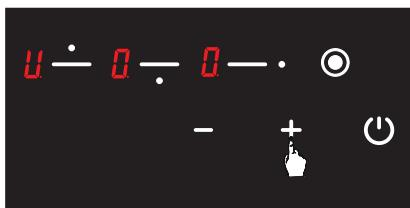

Рис. 10
3. Затем нажмите кнопку **+** один раз. При нажатии значок **H** будет отображаться на соответствующей конфорке (См. Рис. 10). Таким образом, активируется функция подогрева.